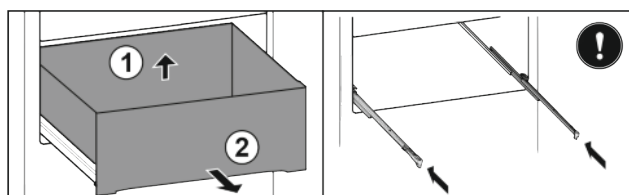

Fig. 37\*
- ▶ Zásuvku nadzvedněte vzadu Fig. 37 (1).\*
- ▶ Odeberte směrem dopředu Fig. 37 (2).\*